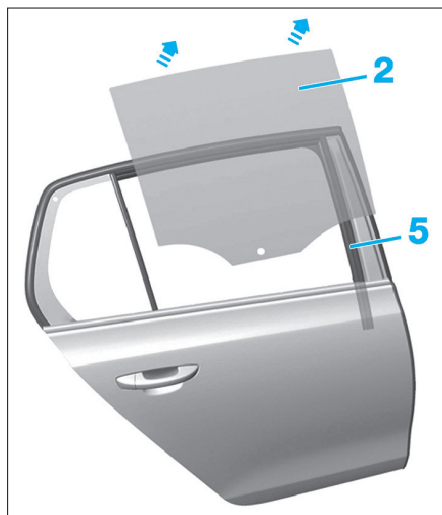

Fig. 69
- Extraire la cheville expansible (3) du guidage.
- Extraire la vitre de porte (2) en la tirant de biais vers le haut (flèches) vers l'extérieur du véhicule hors du guide de porte (5) (Fig.69).